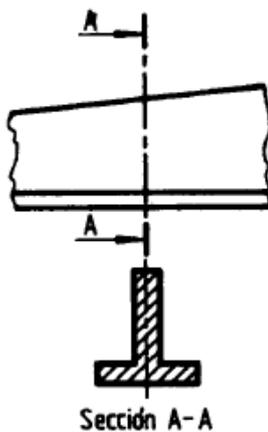

Figura 13
4.4.2 Una sección transversal podrá ser dibujada separada, como se indica en la figura 13, en cualquier lugar conveniente, pero siempre en la posición correcta obtenida por proyección (fig. 14); en estos casos se indicará la traza del plano de corte y debajo de la sección dibujada, la leyenda aclaratoria "Sección A-A"; "Sección B-B", etc., y la escala adoptada, si es diferente de la principal.